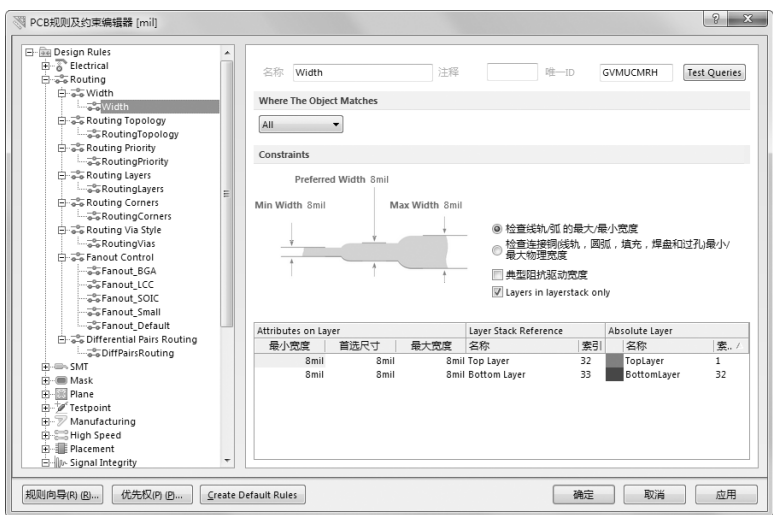

图 15-57 “PCB 规则及约束编辑器”对话框
(4) 在左侧的“非成员”列表框中选择 GND 选项，单击  按钮将它加入到右侧的“成员”列表框中；同样，在左侧的列表框中选择 VCC 选项，单击  按钮将它加入到右侧的列表框中，最后单击“关闭”按钮，关闭该对话框。
(5) 选择菜单栏中的“设计”→“规则”命令，系统弹出的“PCB 规则及约束编辑器”对话框如图 15-57 所示。单击“Routing”（路径）→“Width”（宽度）→“Width”（宽度）选项，设计线宽规则。